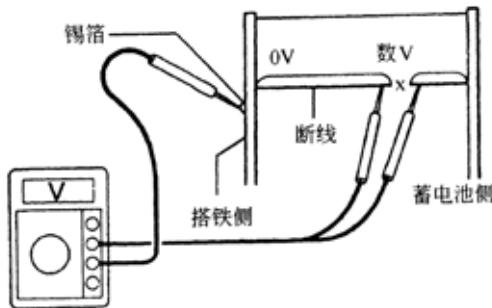

图 9-237
4)在蓄电池一边,将伏特表正极表笔沿着除雾器导线放置。在搭铁一边,将伏特表负极表笔压在锡箔上。从蓄电池到搭铁一边滑动正极表笔。如果电压由数V突变为0V处,即是线路断开点。如图 9-237 所示。